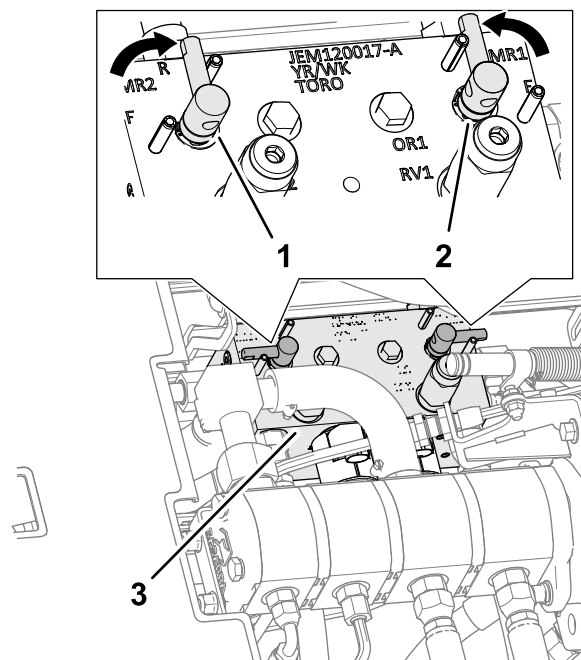

Figura 152
4. Desenganche y levante el asiento para tener acceso al distribuidor de la segadora (Figura 152).
5. Mueva la palanca de autoafilado a la posición R (autoafilado) (Figura 152).